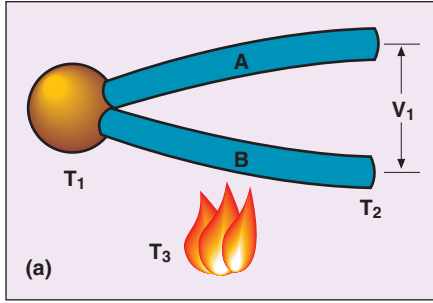

图1a
**热电偶：**首先看一下热电偶——也许是三者中最常用但最缺乏了解的器件。本质上，热电偶由两条一头连接在一起，另一头打开的合金组成。输出端（开口端；图1a中的 $V_1$ ）的电动势emf是闭合端温度 $T_1$ 的函数。在该温度增加时，电动势emf也随之升高。
开口端电动势不但是闭合端温度（即测量点处的温度）的函数，它也是开口端温度（图1a中的 $T_2$ ）的函数。只有使 $T_2$ 一直处于标准温度，测量的电动势emf才可视为 $T_1$ 变化的正函数。对于 $T_2$ ，行业认可的标准是 $0^\circ\text{C}$ ；因此，大多数表和图表都假定 $T_2$ 为这一数值。在工业仪表中， $T_2$ 实际温度与 $0^\circ\text{C}$ 之间的差异通常在仪表内部以电子方式校正。这种电动势emf调整称为冷端或CJ校正。
输入端与输出端之间导线的温度变化不影响输出电压，前提是导线为热电偶合金或热电等效材料（图1a）。例如，如果热电偶正在测量炉中温度，而且显示读数的仪表在一段距离以外，两者之间的导线可以从另一炉子附近经过并且不受炉子温度的影响，除非炉子变得足够热而使导线熔化或者会永久地改变导线的电热行为。